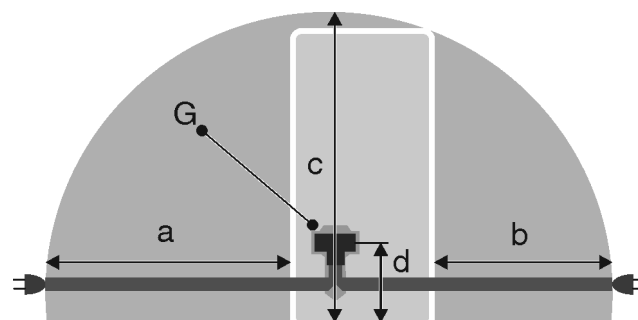

Fig. 52
- De contactdoos bevindt zich buiten het bereik van de achterzijde van het apparaat in het desbetreffende gedeelte *Fig. 52 (a, b, c)*.
- ▶ Breng de apparaatstekker *Fig. 52 (G)* aan de achterzijde van het apparaat aan. Let op het correct vastklikken.